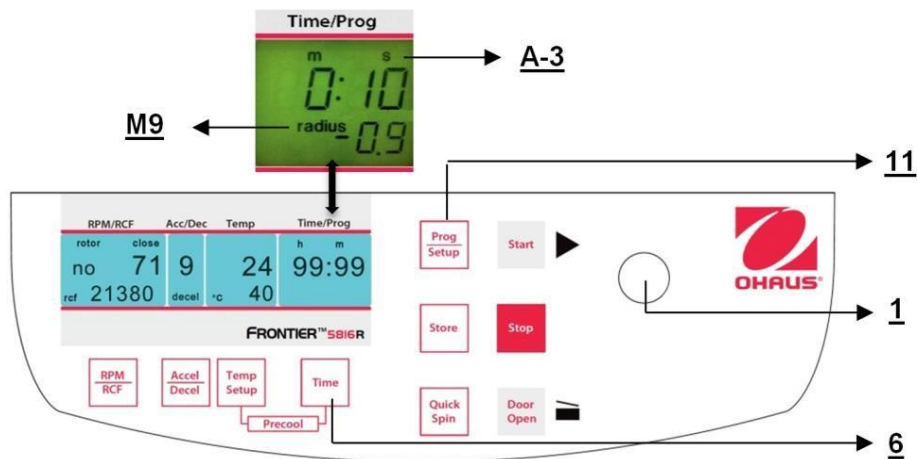
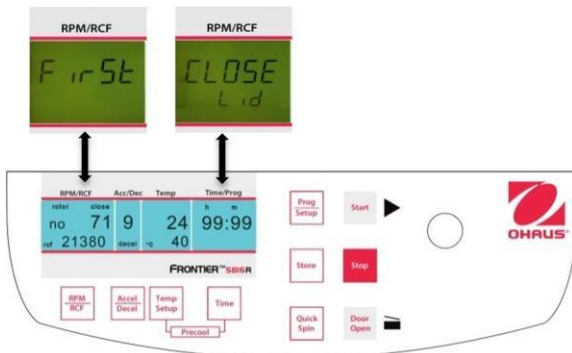

Figura 24
Figura 26
Si usa adaptadores o reductores, puede cambiar el radio centrífugo del rotor respectivo. En ese caso, puede corregir el radio manualmente. Proceda de la siguiente manera: Cierre la tapa, luego presione el botón **"Time"** (6) (vea la Figura 24) y el botón **"Prog/Setup"** (11) al mismo tiempo y manténgalos presionados.
Cierre la tapa de la centrifuga. Ahora proceda como se describió anteriormente para configurar todos los parámetros de operación importantes. Si la tapa no se cierra al almacenar el programa, en la pantalla "**RPM/RCF**" (A-1) destellan las palabras "**FirSt**" y "**CLOSE Lid**" (vea la Figura 26) alternadamente. Si desea iniciar la operación sin almacenar el programa, en la pantalla "**RPM/RCF**" (A-1) destellan las palabras "**First**" y "**PrESS StoreE**" (vea la Figura 24) alternadamente.
Puede arrancar la centrifuga ya sea con el botón **"Start"** (9) (vea la Figura 26) o con el botón **"Quick Spin"** (8). Con el botón **"Start"** (9), puede iniciar operaciones almacenadas u operaciones con parámetros preseleccionados manualmente.